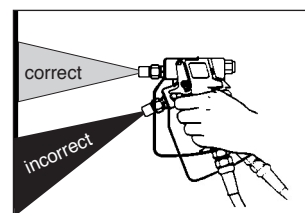

Fig. 83 : Angle de pulvérisation
- Placez le pistolet pulvérisateur à angle droit (90°) par rapport à la surface à revêtir. Si le pistolet pulvérisateur présente un angle différent, le revêtement ne sera pas homogène et il y aura des traces (voir Fig. 83).